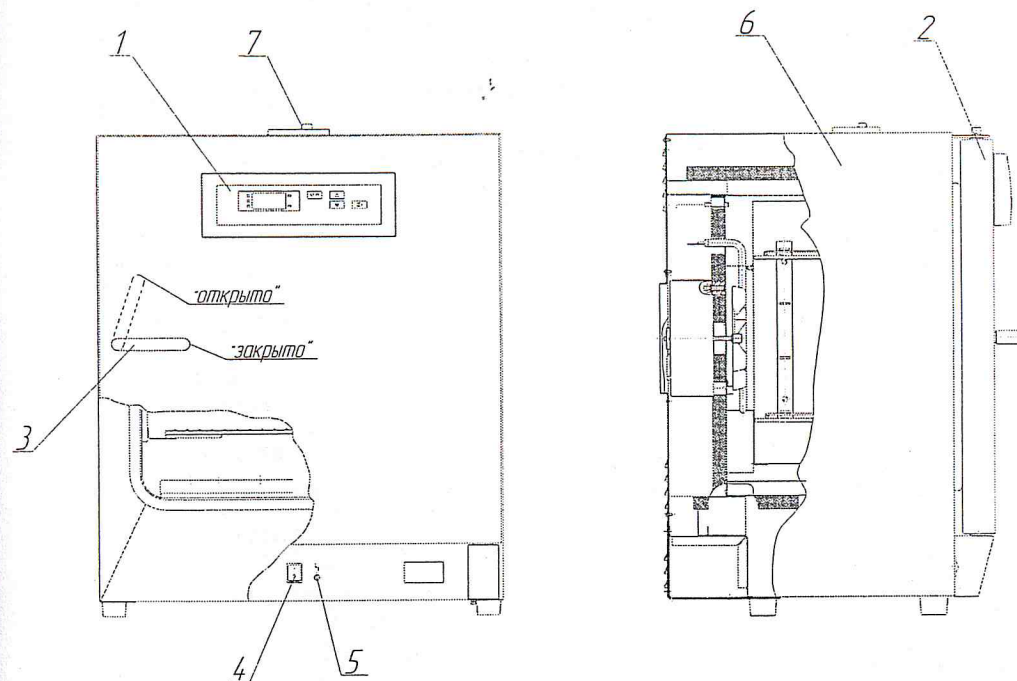
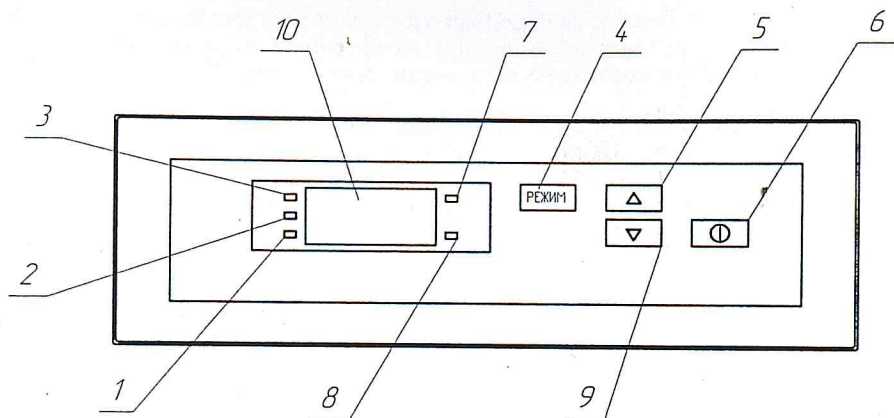

Рисунок 1 – Стерилизаторы ГП-40-Ох-«ПЗ», ГП-80-Ох-«ПЗ»
Рисунок 2 – Расположение органов управления стерилизаторами на блоке управления
Управление процессом стерилизации осуществляется с панели блока управления (см. рисунок 2). Датчик температуры размещён внутри стерилизационной камеры и подключен к плате управления и индикации. Термодатчик реле температуры, предназначенный для защиты медицинских изделий от перегрева при неисправностях в электрической схеме, размещен на задней стенке камеры.
Установить выключатель (поз.4, рис. 1) в положение "I". На блоке управления загорится индикатор (поз.7, рис. 2), показывающий текущую температуру в стерилизационной камере.
Для запуска выбранной программы кратковременно (не более 2 сек) нажать на поле "Ⓢ" (поз.6, рис. 2). Стерилизатор перейдет в фазу «ПОДГОТОВКА». Информационное табло индицирует изменение температуры в камере. Происходит нагрев до установленного значения температуры.
При достижении заданной температуры стерилизатор переходит в фазу «СТЕРИЛИЗАЦИЯ». Включается светодиодный индикатор "СТЕРИЛИЗАЦИЯ" (поз.3, рис. 2), информационное табло попеременно индицирует время выдержки и текущую температуру в камере. Происходит выдержка при заданной температуре, по истечении которой стерилизатор переходит в фазу «ОХЛАЖДЕНИЕ».
В фазе «ОХЛАЖДЕНИЕ» индикатор продолжает показывать изменение температуры в камере и горит индикатор "ОХЛАЖДЕНИЕ" (поз.2, рис. 2). Температура в камере падает. При понижении температуры до 75°C гаснет индикатор "ОХЛАЖДЕНИЕ", загорается индикатор "ВЫГРУЗКА" (поз.1, рис. 2) и звучит прерывистый звуковой сигнал, который выключается через 1 минуту.
2.3.1 Установить выключатель (поз.4, рис. 1) в положение "I". На блоке управления загорится индикатор (поз.7, рис. 2), показывающий текущую температуру в стерилизационной камере.
В алгоритм управляющей программы стерилизатора заложена возможность автоматического запуска прерванной (в результате кратковременного пропадания питающего напряжения) программы. Если после включения произошел автоматический запуск программы, то для ее остановки необходимо нажать на поле "Ⓢ" (поз.6, рис.2) и удерживать в течение 3 секунд.
2.3.3 Для запуска выбранной программы кратковременно (не более 2 сек) нажать на поле "1" (поз.6, рис. 2). При этом включится вентилятор принудительной циркуляции воздуха внутри стерилизационной камеры и стерилизатор перейдет в фазу «ПОДГОТОВКА». Информационное табло индицирует изменение температуры в камере. Происходит нагрев до установленного значения температуры.